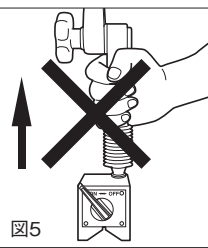

図5
- ・アームを持って吸着したまま引き離さないでください。スタンドが破損する恐れがあります。（図5）
- Do not pick up ACCU STAND by holding arm while the magnet base is ON. The stand may be broken. (Fig.5)